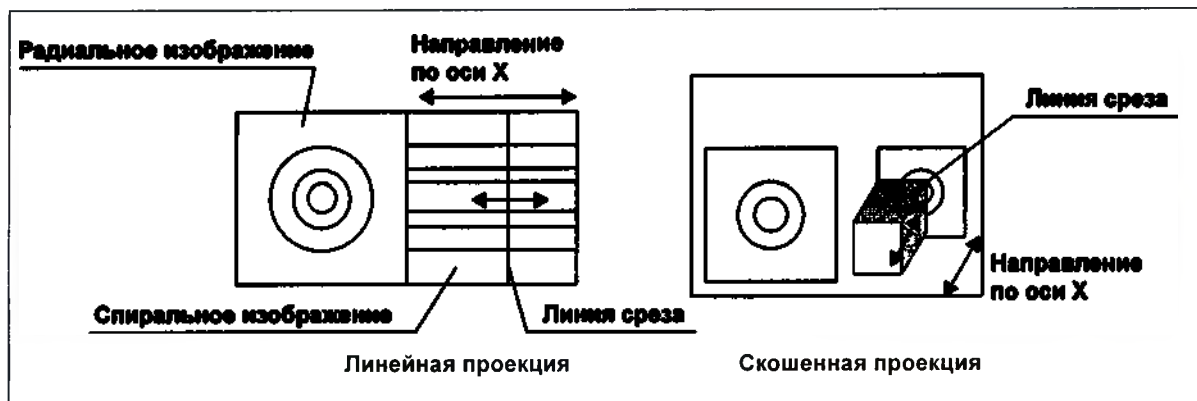

Рисунок 7.161
- 3 Место радиального среза (линия среза) перемещается по оси X, как показано на рис. 7.161.